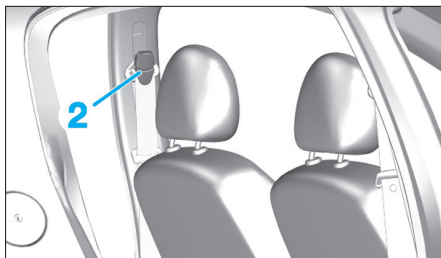

Fig. 12
- le cache supérieur (2) (Fig.12),